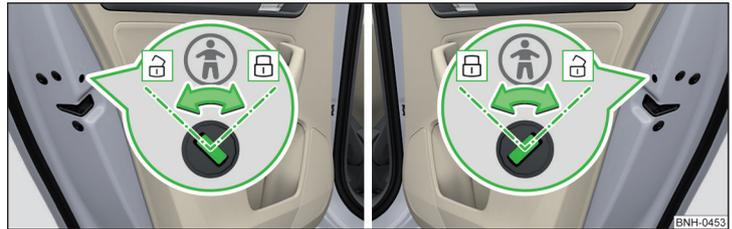

Fig. 48 Puerta posterior: Conectar/desconectar el seguro para niños
- Para **encender**, girar el fusible con la llave del vehículo en la posición  » fig. 48.